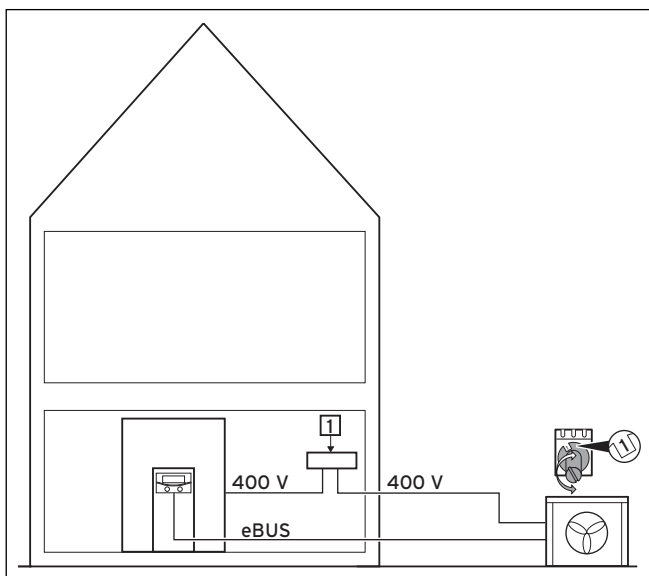

Abb. 7.3 Elektrische Verdrahtung der Außeneinheit
- Verbinden Sie den eBUS-Anschluss (**10**) mit dem eBUS-Anschluss der Inneneinheit. Verwenden Sie eine für Erdverlegung geeignete Erdleitung mit mindestens 2 x 1,5 mm² Querschnitt (→ **Abb. 7.3**).
Legende zu Abb. 7.3